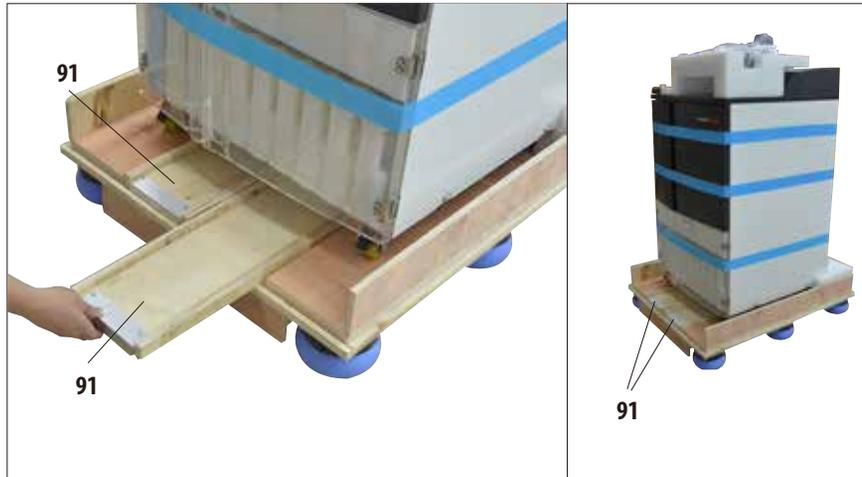

Fig. 8
- Tirer sur les deux rails (91) pour étendre la rampe sous l'appareil (fig. 8).